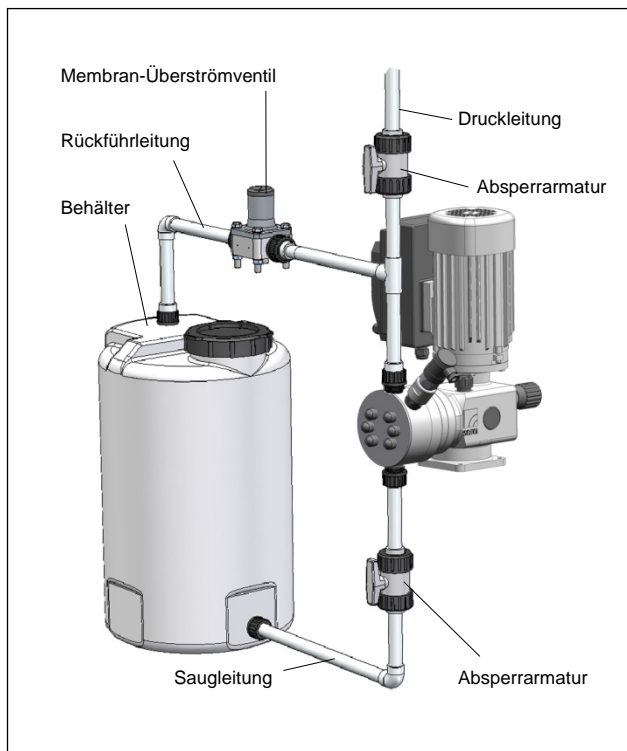

Abb. 16 Installation mit (externem) Überströmventil
- mit Gefälle in den - unter atmosphärischem Druck stehenden - Vorratsbehälter oder in eine offene Aus-/Ablaufrinne führen (vgl. Abb. 16).